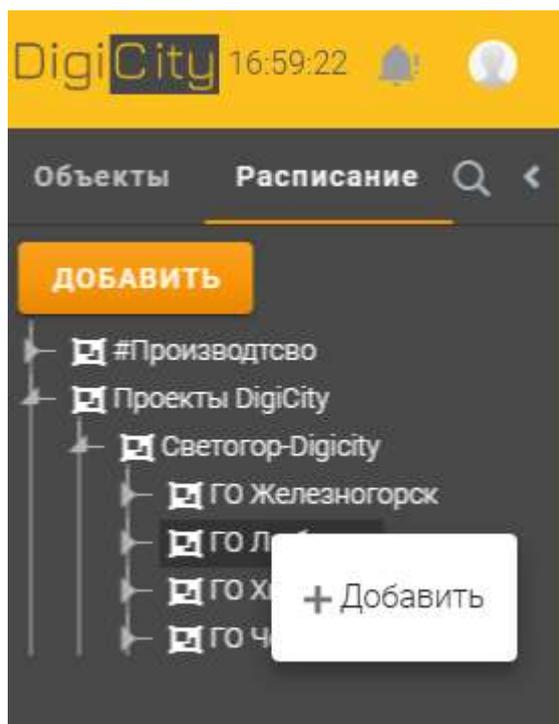

Рисунок 84 – Добавить расписание
- 2) Затем выберите определенную категорию и нажмите «Добавить» (рис. 84).